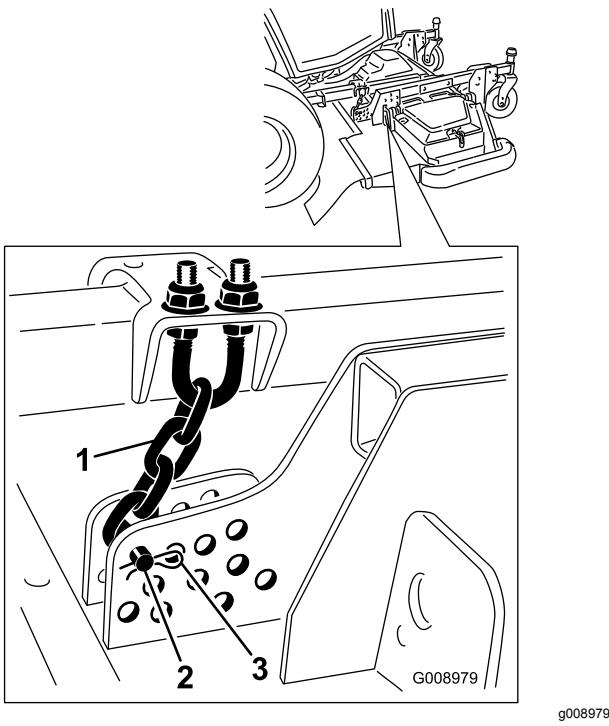

Figura 18
- Togliete la coppiglia e il perno con testa che fissano le catene dell'altezza di taglio sul retro del piatto di taglio (Figura 18).